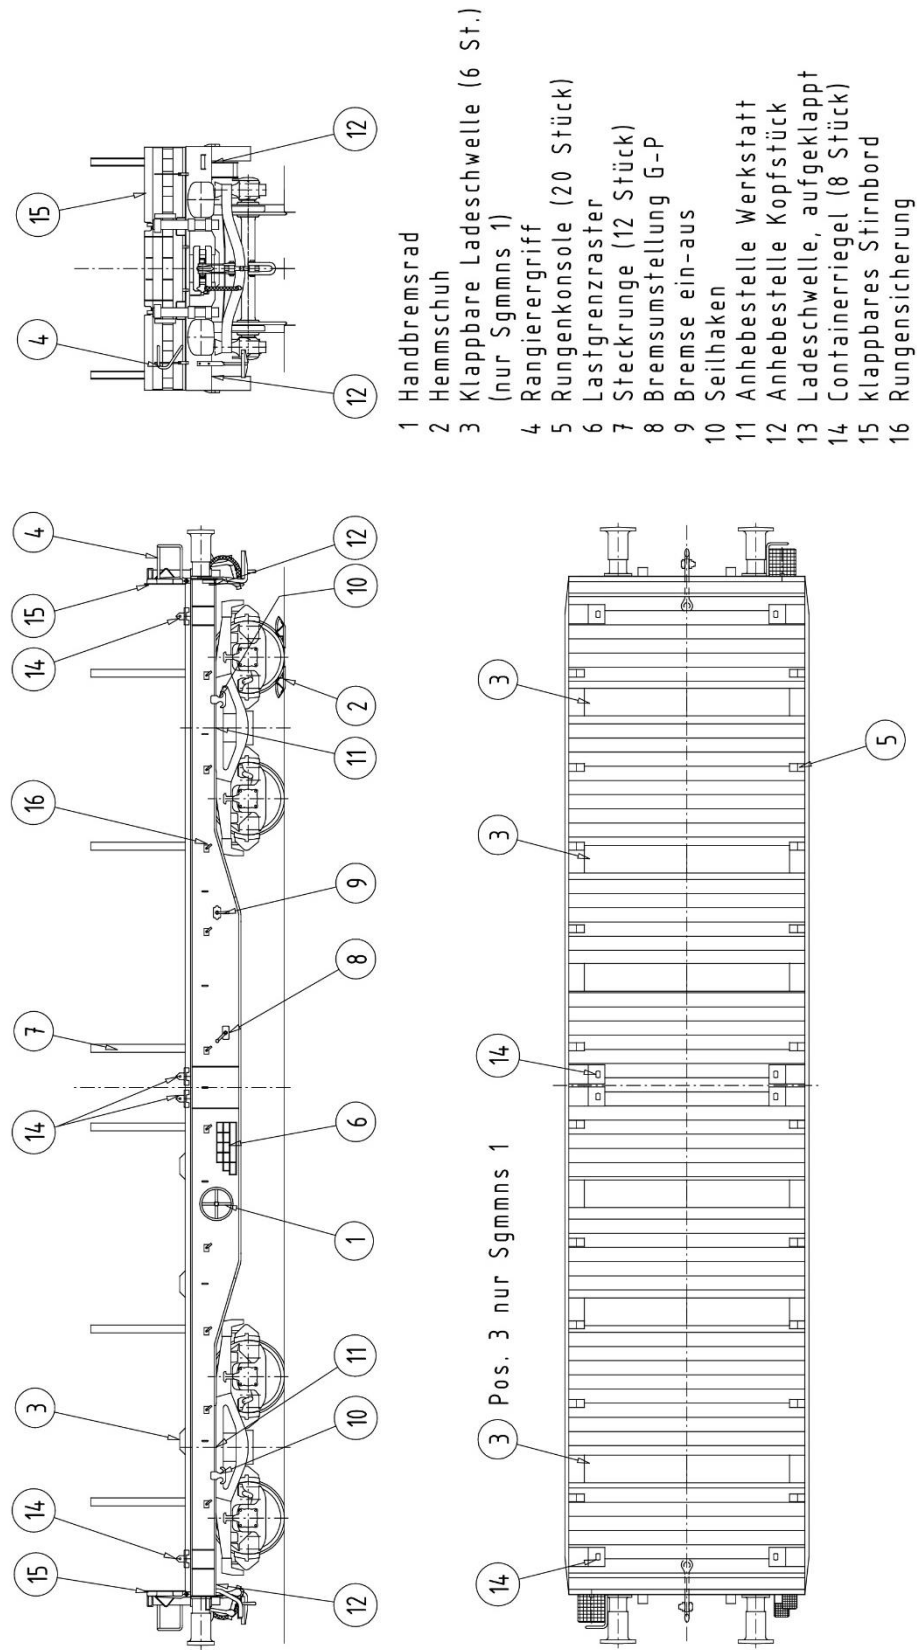

Abb. 3.1: Wagenübersicht Sgmmns
Soll der Wagen durch einen Gleisbogen mit min. Bogenradius von $R 35\text{m}$ gefahren werden, so ist die Schraubenkupplung des Nachbarwagens zu entkuppeln und der Einzelwagen mit einem an dem Seilhaken befestigten Seil (**Abb.3.1**, Pos.10) zu schleppen bzw. über eine starre Kupplungsstange mit der Lokomotive in Schrittgeschwindigkeit zu bewegen.
- Den Wagen auf ein Verladegleis rangieren und gegen Abrollen sichern – z.B. mit Hemmschuhen oder in Ausnahmefällen auch mit der Handbremse (**Abb.3.1**, Pos.1).
- Den technischen Zustand des Wagens und die korrekte Verriegelung der Stirnborde (**Abb.3.1**, Pos.13) und der Steckungen (**Abb.3.1**, Pos.7) überprüfen.
- Bei der Beladung des Wagens sind die AVV Vorschriften Kapitel VIII Art. 29 (R39-RIV) einzuhalten. Es ist besonders zu beachten, dass die zulässige Lastgrenze bzw. die für jede Gleisklasse festgelegten Werte (s. Lastgrenzraster (**Abb.3.1**, Pos.6)) nicht überschritten wird und dass die Ladung auf dem Wagen gleichmäßig verteilt ist. Bei Ladungen, die auf max. zwei separaten Auflagern ruhen, dürfen die Abstände, die im Raster für „Konzentrierte Lasten“ (TSI, Anhang B, Abb. B26, Fußnote 4)) angeschrieben sind, nicht verändert werden.